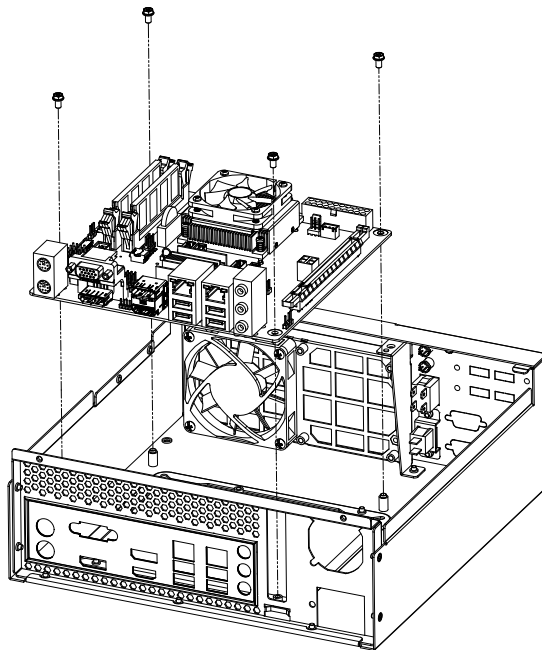

Figure 2.2 Installing the motherboard/ 安装母板 / 安裝主機板
- Figure 2.2 Installing the motherboard/ 安装母板 / 安裝主機板.. 6